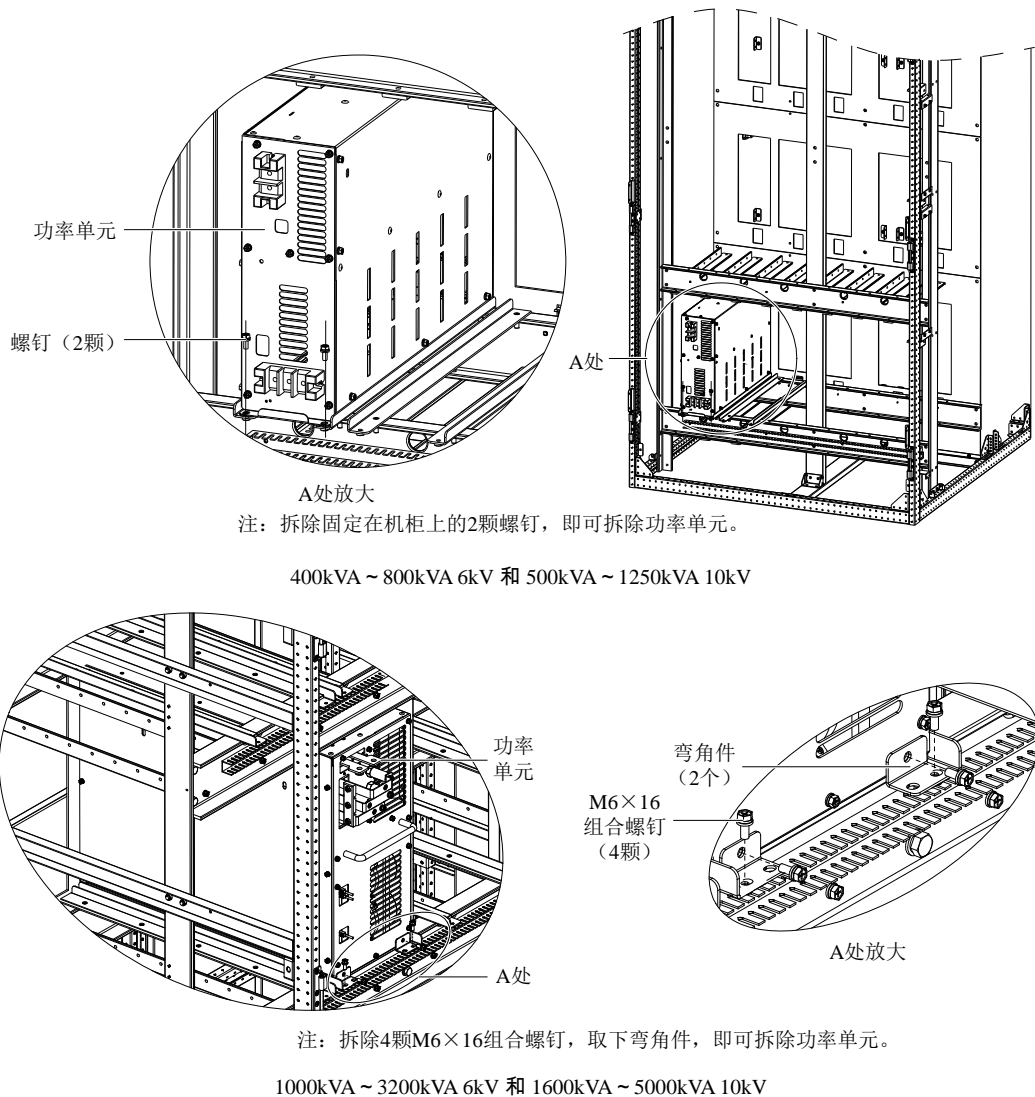

图9-2 拆除功率单元
2. 拆除功率单元，使用工装或双人将功率单元抬出机柜，如图 9-2 所示。